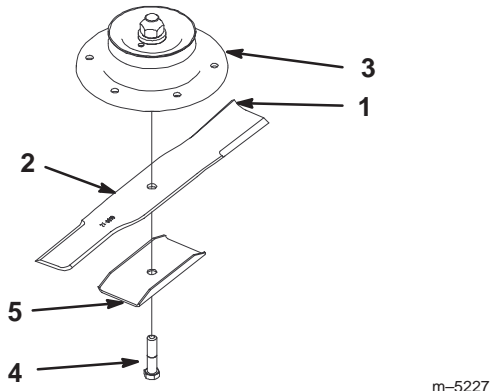

Bild 42
1. Halten Sie das Ende des Messers mit einem stark wattierten Handschuh, oder wickeln Sie einen Lappen um es herum. Entfernen Sie die Messerschraube, -versteifung und das Messer von der Spindelwelle (Bild 42).
Feilen Sie, wenn das Schnittmesser unwuchtig geworden ist, ein wenig Metall vom Ende des Windflügelbereichs ab (Bild 42). Wiederholen Sie diesen Vorgang, bis das Messer ausgewuchtet ist.
1. Bringen Sie das Messer auf der Spindelwelle an (Bild 42).
Important Der Windflügel des Schnittmessers muss nach oben zeigen, um einen guten Schnitt sicherzustellen (Bild 42).
2. Bringen Sie die Sicherungsscheibe und die Messerschraube an (Bild 42). Ziehen Sie die Messerschraube mit 115 bis 140 Nm an.